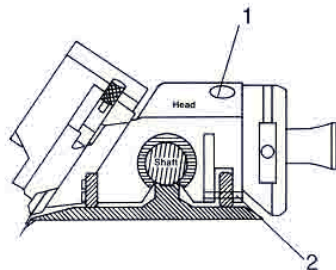

Figure 10
1. "Hooking" (a curved cut at the start) can be caused by a loose fitting **HEAD**. Adjustments are available to correct either side to side wobble or rocking around the shaft. Two set screws are provided on the lower right side of the **HEAD**. They are shown as number 2 in Figure 10. Each will adjust one of the two **HEAD BUSHINGS** which slide along the **SHAFT**. Using the hex wrench provided, slowly tighten them while sliding the **HEAD** back and forth. When you feel a slight "drag", stop.
2. To prevent the **HEAD** from rocking around the **SHAFT**, adjust screw number 1 on top of the **HEAD** as shown in Figure 10. Tighten it very slowly, again while sliding the **HEAD** back and forth. Stop tightening at the first indication of resistance to sliding. **NOTE:** If you do not slide the **HEAD** while making both of these adjustments, you may over-tighten and damage the machine.
1. Les crochets (c'est-à-dire des coupes en courbes en début de coupe) peuvent résulter d'un réglage insuffisant de la **TETE**. Il existe des réglages pour contrôler l'oscillation d'un côté à l'autre ou les à-coups autour de l'arbre. Deux vis de réglage sont fournies sur le côté inférieur droit de la **BASE**. Elles sont indiquées par le numéro 2 dans la Figure 10. Chacune sert à régler l'une des **BAGUES DE LA TETE** qui glissent le long de l'**ARBRE**. En vous servant de la clé à six pans fournie, serrez-les lentement tout en faisant glisser la **TETE** d'un côté à l'autre. Arrêtez-vous lorsque vous sentez un léger freinage.
2. Pour éviter que la **TETE** ne fasse des à-coups autour de l'**ARBRE**, réglez la vis numéro 1 se trouvant sur le dessus de la **TETE** ainsi qu'il est indiqué dans la figure 10. Serrez-la très lentement, tout en faisant toujours glisser la **TETE** d'un côté puis de l'autre. Arrêtez-vous de serrer dès que vous remarquez une résistance au glissement. **N.B. :** Si vous ne faites pas glisser la **TETE** pendant que vous effectuez ces deux réglages, il se peut que vous serriez trop et que vous endommagiez la machine.
2. Para evitar que el **CABEZAL** se mueva alrededor del **EJE**, ajuste el tornillo número 1 encima del **CABEZAL**, como se muestra en la Ilustración 10. Apriéte muy lentamente, nuevamente mientras desliza el **CABEZAL** de lado a lado. No lo apriete más al ocurrir la primer resistencia al deslizamiento. **NOTA:** Si no desliza el **CABEZAL** mientras realiza estos dos ajustes, podría apretar demasiado los tornillos y dañar la máquina.